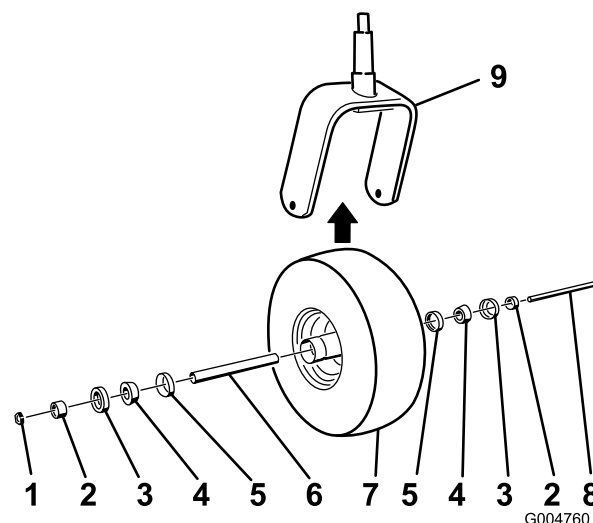

Bild 48
2. Entfernen Sie die Sicherungsmutter von der Schraube, mit der das Laufrad an der der Gabel befestigt ist (Bild 48).
5. Montieren Sie das Laufrad, indem Sie die konischen Lager und Dichtungen, die mit Fett gefüllt sind, in die Radnabe drücken, siehe Bild 48 für die Positionierung.